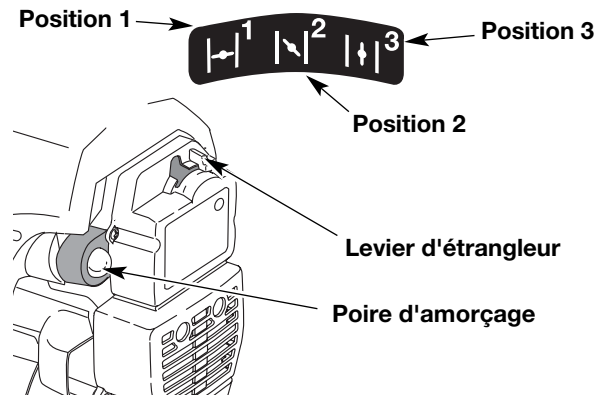

Fig. 11
- Pressez et relâchez la poire d'amorçage à 10 reprises, lentement. Une certaine quantité de **carburant devrait être visible dans la poire d'amorçage** et les conduites de carburant (Fig. 11). Si vous n'apercevez pas de carburant dans la poire, pressez et relâchez la poire autant de fois que nécessaire jusqu'à ce que vous aperceviez du carburant dans cette dernière.
- Mettez le levier d'étrangleur en Position 1 (Fig. 11).